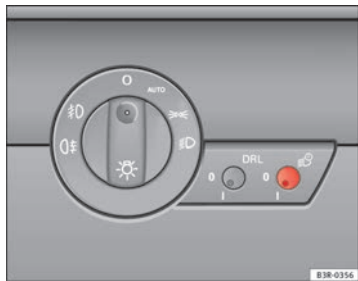

Abb. 86 Ausschnitt aus der Instrumententafel: Coming-/Leaving-Home-Schalter
- Kurz auf den Knopf ⇒ Abb. 86 drücken, um ihn aus seiner Position auszurasten.